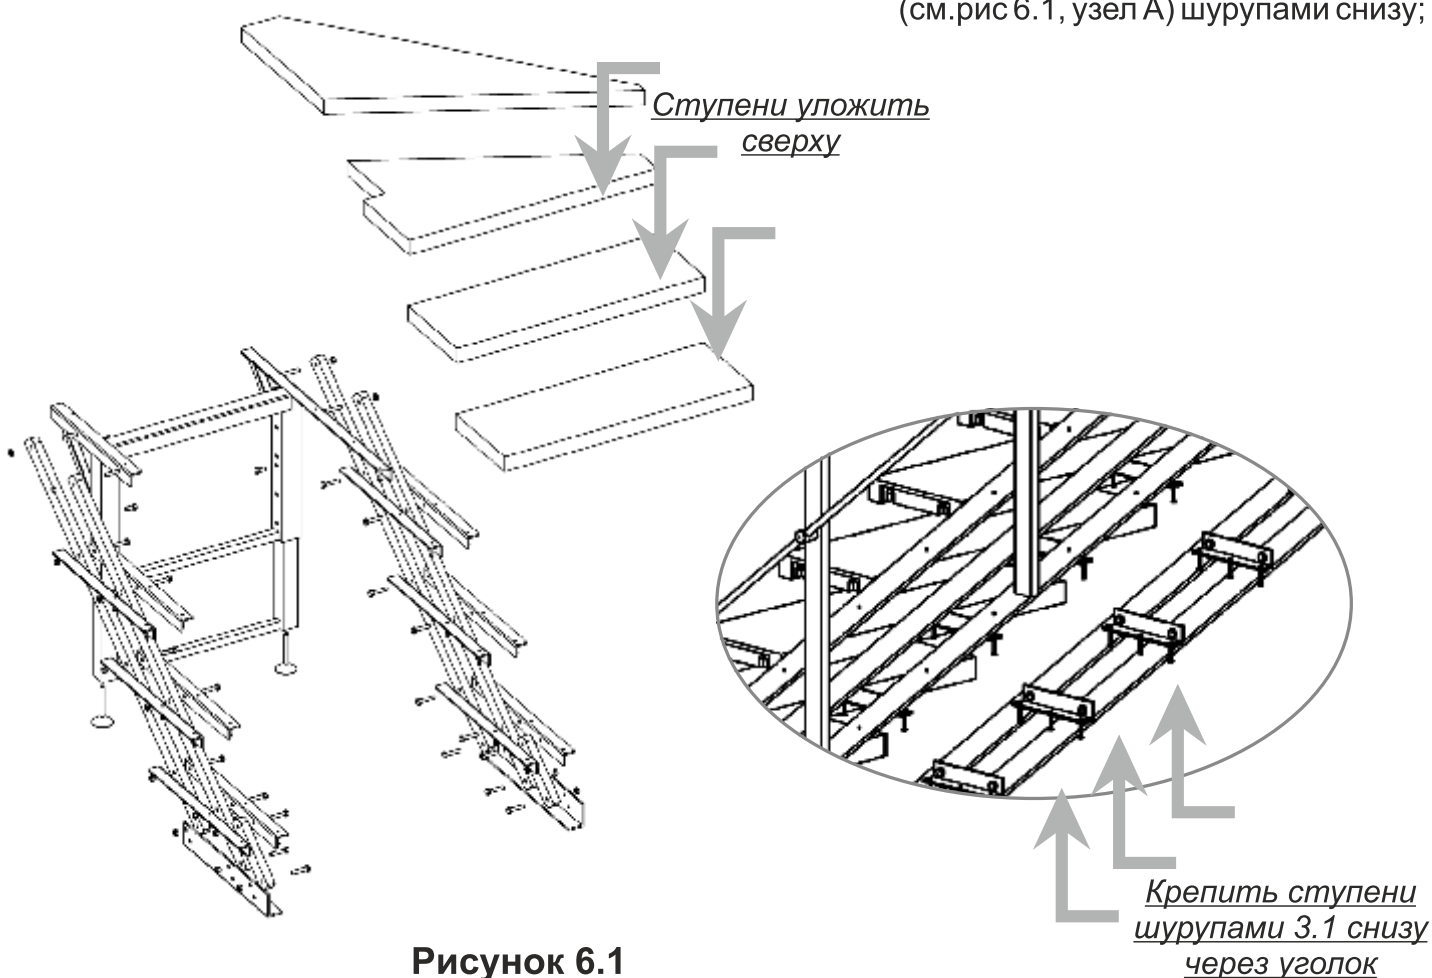

Рисунок 6.1
- установите все ступени первого марша на свои места (см. рис.6.1); тщательно закрепите их (см.рис 6.1, узел А) шурупами снизу;